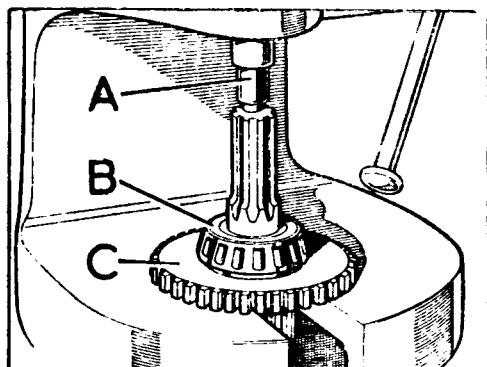

Fig. C1-38 Desmontaje a presión del cojinetе trasero
- 1.9. Con un extractor, o a presión, se separará del eje de salida el cojinete trasero, B (Fig. C1-38).